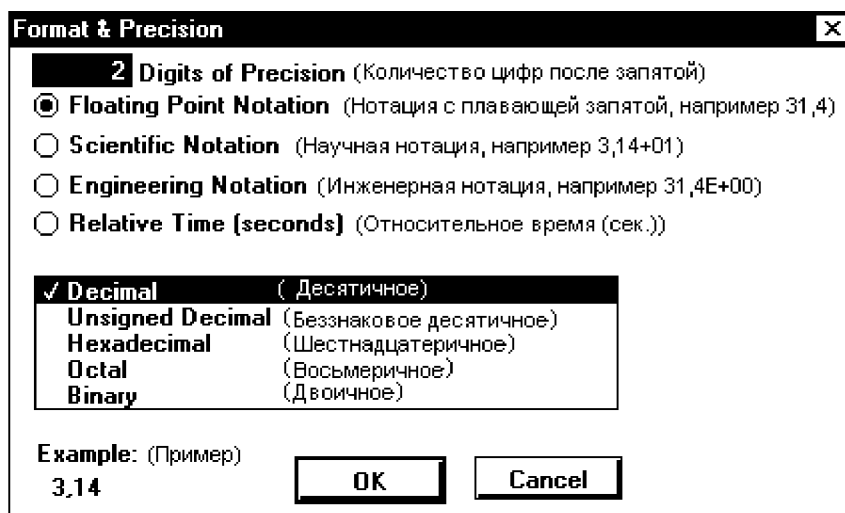

Рисунок 3.7. Форма ввода «Format &amp; Precision»
3. «Format & Precision» («Формат представления и точность») позволяет варьировать формой представления отображаемых числовых значений (см. рисунок 3.7).